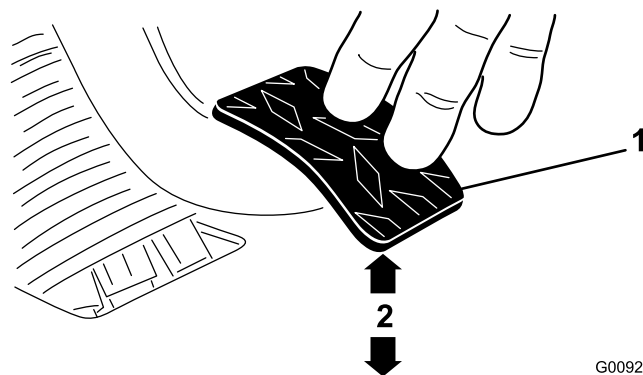

Figure 60
3. Ajustez les écrous de blocage ou la rotule jusqu'à ce que le bord arrière de la pédale d'embrayage soit à une distance de 9,2 à 9,8 cm du haut du plancher quadrillé quand vous appliquez une force de 1,8 kg sur la pédale (Figure 60).